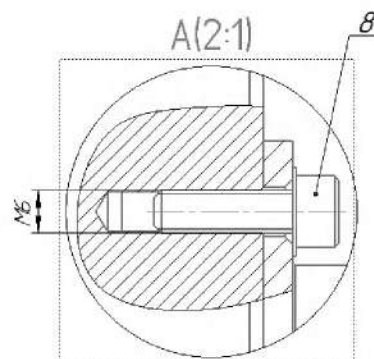

Рисунок 4.41. Местный вид А
2.6.13 Выровняйте позиционные линии-выноски по горизонтали  (рисунок 4.41).